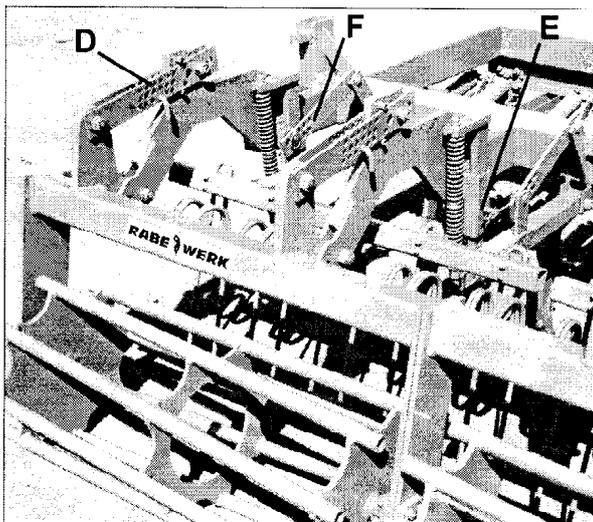
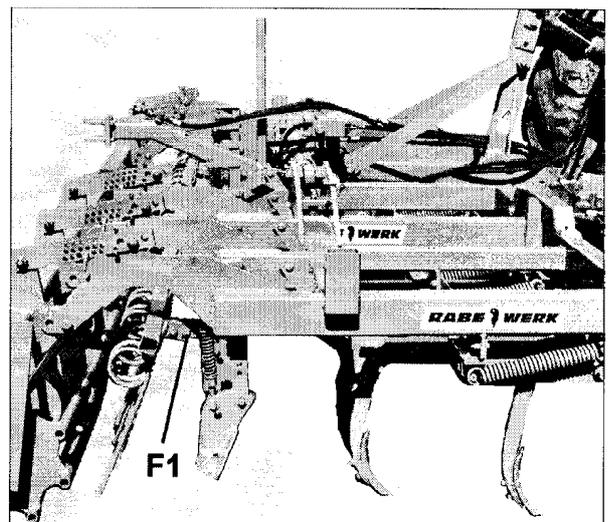

Fig.4
Fig.5
Walzen der Klappteile festlegen – mit Stecker in Lochleisten D (Fig.4).
Einstellung: die Walze „regelt“ die Arbeitstiefe – in Lochleisten **D** (Fig.4) mit Stecker vorwählen (auf gleiche Einstellung achten).
- Schleppe steckerverstellbar – **E**, Fig.4.
- Striegeldruck/-anstellung – **F**, Fig.4 / **F1**, Fig.5.